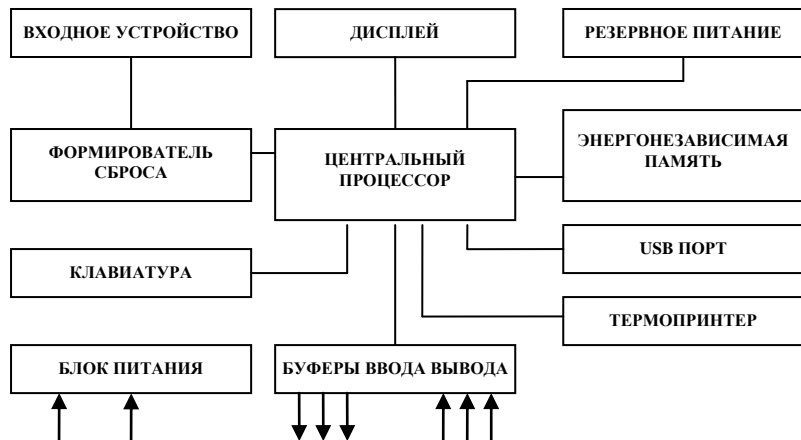

Рис. 1 Функциональная схема АСП БСО
4.3. АСП БСО представляет собой микропроцессорную систему, функциональная схема которой приведена на рис. 1.
Рассмотрим назначение устройств, приведенных на функциональной схеме рис.1.: